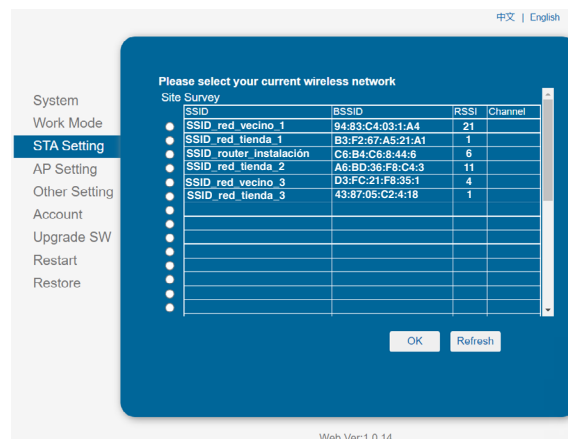

Fig. 52. Selección de la WiFi.
5. Seleccionar la WiFi deseada y hacer clic en "OK". Solo soporta un router de 2.412 GHz-2.484 Ghz. Ver Fig. 52.